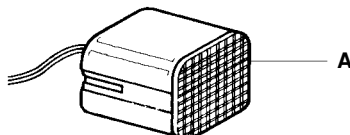

Fig. 4
- **ALARMANLAGE** (Fig. 4): Im Inneren des Beinschutzschildes (hinter dem Kühler) kann eine elektronische Alarmanlage eingebaut werden. Sie besteht aus einer elektronischen Box (A) mit Sirene und der Fernbedienung (B). Die Alarmanlage wurde in Zusammenarbeit mit der Firma SPYBALL entwickelt und kann sehr leicht in das Fahrzeug eingebaut werden.